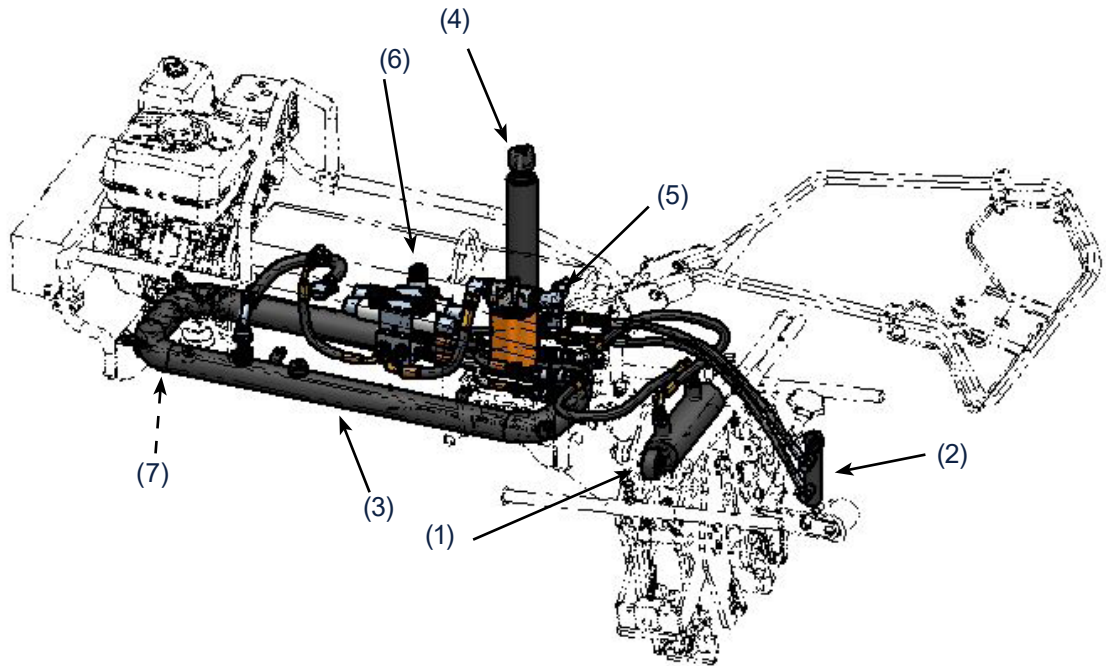

Fig 37.
1. Déverrouillez l'outil du chariot en ouvrant/tournant les trappes, Fig 37.